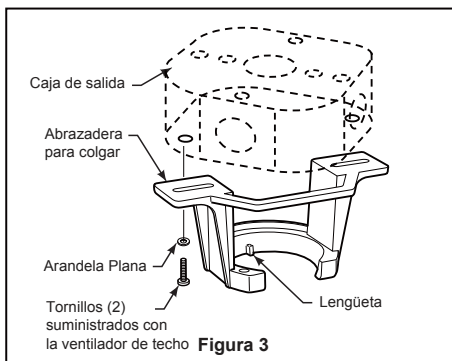

Figura 3
Uso del soporte (Figura 3)
- ☐ 3. Extraiga las tres pestañas estabilizadoras y la bolsa de plástico del motor. Deshágase de las pestañas estabilizadoras. (Figura 3)
1. Fije bien la abrazadera para colgar a la caja de salida (no se incluye) con los tornillos y las arandelas provistas con la caja de salida. (Figura 3)
2. Deslice el receptor en el soporte de suspensión antes de realizar el cableado como se muestra en la figura 3.
- ☐ 3. Extraiga uno de los tres tornillos del ensamble de la placa de iluminación y guarde los tornillos para pasos posteriores. Afloje levemente los otros dos tronillos. (Figura 3)
- ☐ 3. Retire la cubierta de la batería del control remoto con un destornillador y conserve el tornillo para luego. (Figura 3)